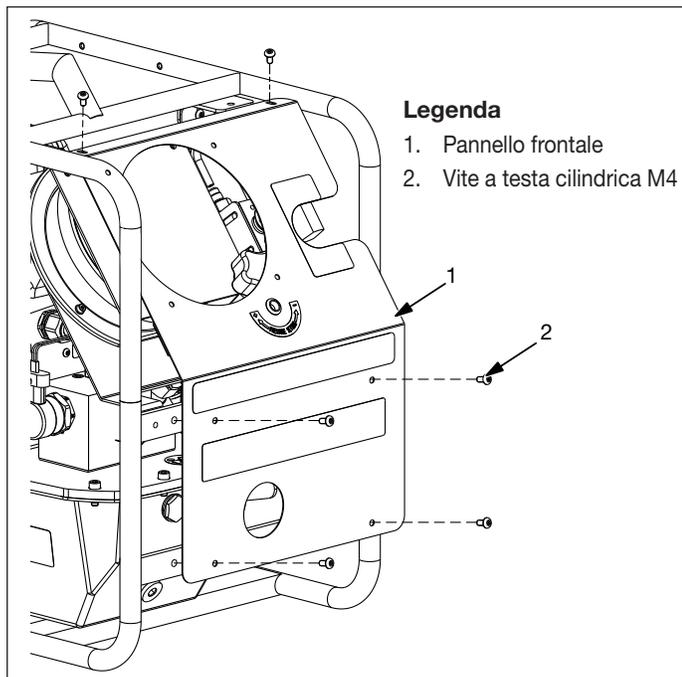

Figura 9, Pannello di accesso anteriore
4. Rimuovere le sei viti a testa cilindrica M4 che tengono fissato il pannello anteriore al roll cage. Rimuovere il pannello per accedere all'interno. Fare riferimento alla figura 9.